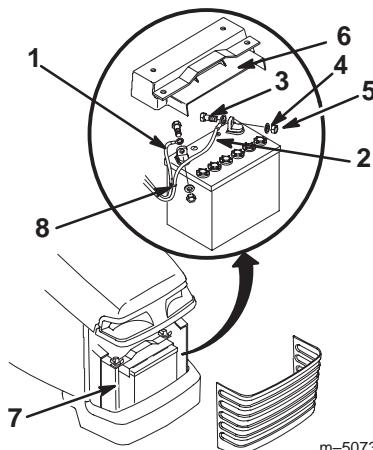

Bild 59
4. Entfernen Sie das Batteriehalblech (Bild 59).
5. Klemmen Sie das Minuskabel (schwarz) vom Batteriepol ab (Bild 59).
6. Klemmen Sie das (rote) Pluskabel vom Batteriepol ab (Bild 59).
1. Setzen Sie die Batterie in das Chassis ein (Bild 59).
2. Schließen Sie das Pluskabel (rot) mit der Schraube, Scheibe und Sicherungsmutter am (+) Pluspol an (Bild 59).
3. Schließen Sie das (schwarze) Minuskabel mit der Schraube, Scheibe und Sicherungsmutter am (-) Minuspol an (Bild 59).